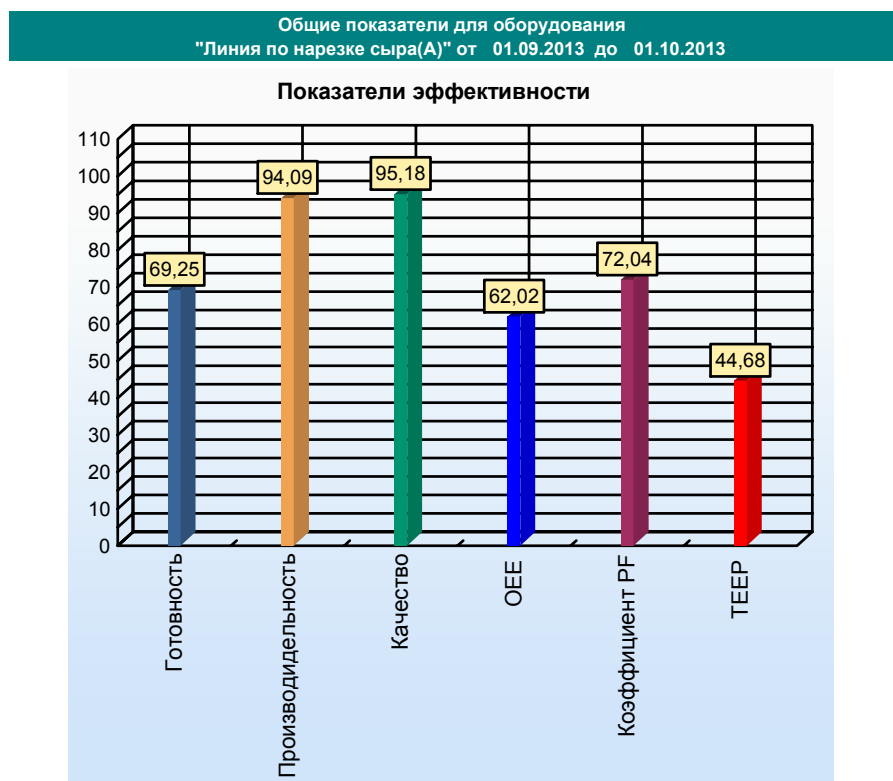

Рис. 4. Показатели эффективности для оборудования линии по нарезке сыра
- рост значения OEE (прозрачность учета, выявление слабых мест, устранение слабых мест), анализ OEE по виду продукта, виду оборудования (рис. 4) и классам причин простоев;